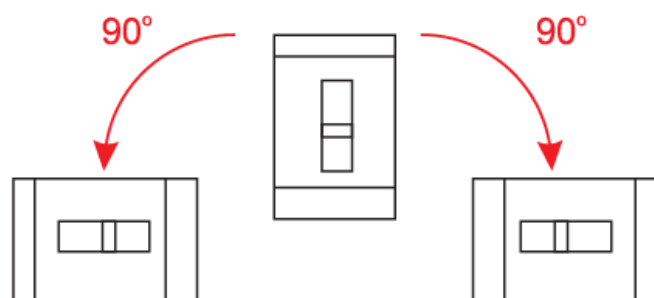

Рисунок 5. Правила монтажа
**Рабочее положение** - вертикальное с возможным отклонением на  $90^\circ$  (см. **Рисунок 5**), то есть это дает широкие возможности по компоновке щитов за счет монтажа устройств как вертикально, так и повернув вправо/влево на  $90^\circ$ .